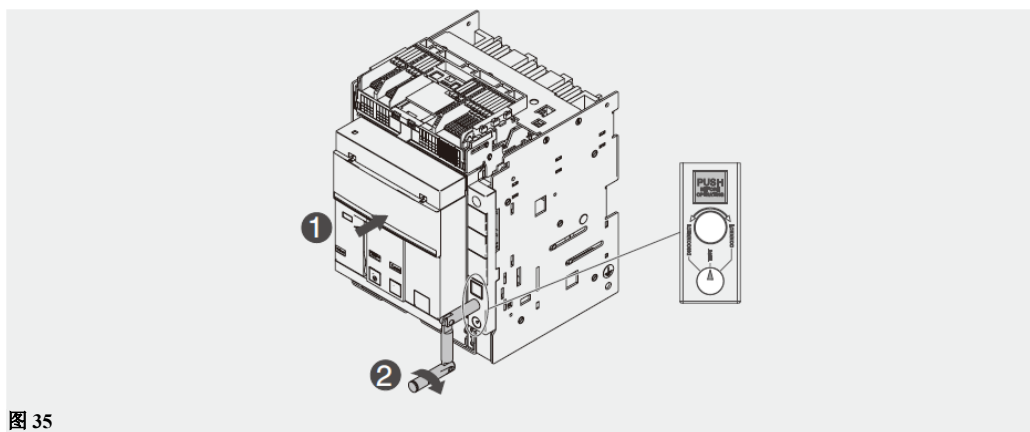

图 35
6. 保持断路器处于推动状态。顺时针转动手柄，直到按钮弹出且位置指示装置显示断路器已处于 **TEST** 位置为止。见图 35。